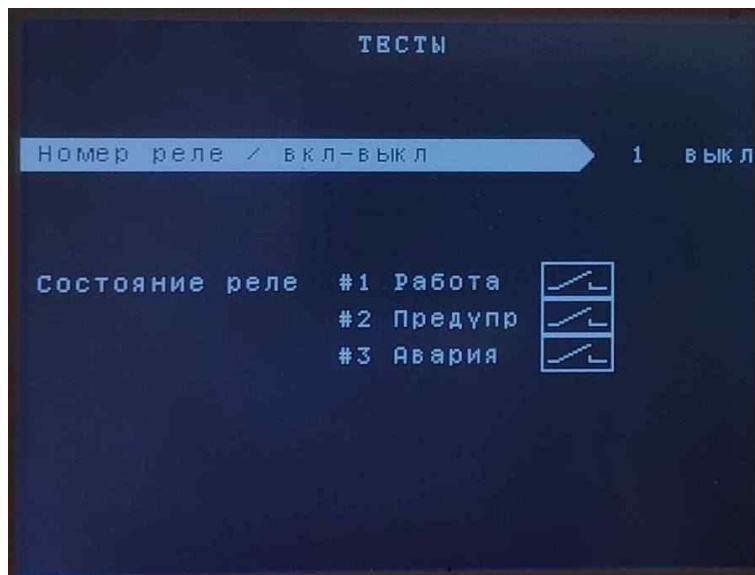

Рисунок 18 – Підрозділ «Реле сигналізації»
**3.1. «Реле сигналізації»** - підрозділ призначений для тестового вмикання/вимикання реле сигналізації МС (див. рисунок 18).